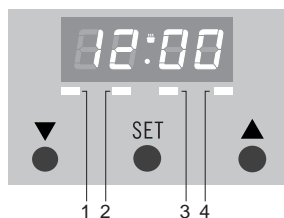

fig. 4
Nadat het apparaat is aangesloten, of als de stroomtoevoer onderbroken is geweest, verschijnt '12.00' in het display. LED 4 knippert (zie fig. 4). De dagtijd is in te stellen.
- Druk op 'SET' totdat LED 1 knippert (zie fig. 4).
- Druk op de ▼ of ▲ toets totdat de juiste kookwekkertijd bereikt is. De ingestelde tijd blijft in het display staan. LED 1 brandt continu (zie fig. 4).
- Druk op 'SET' totdat LED 2 knippert (zie fig. 4).
- Druk op 'SET' totdat LED 3 knippert (zie fig. 4).
LED's 2 en 3 branden continu (zie fig. 4). De dagtijd wordt weergegeven. De oven geeft een signaal als de ingestelde tijd bereikt is en schakelt automatisch uit. Druk op de ▼ of ▲ toets om het signaal te stoppen.